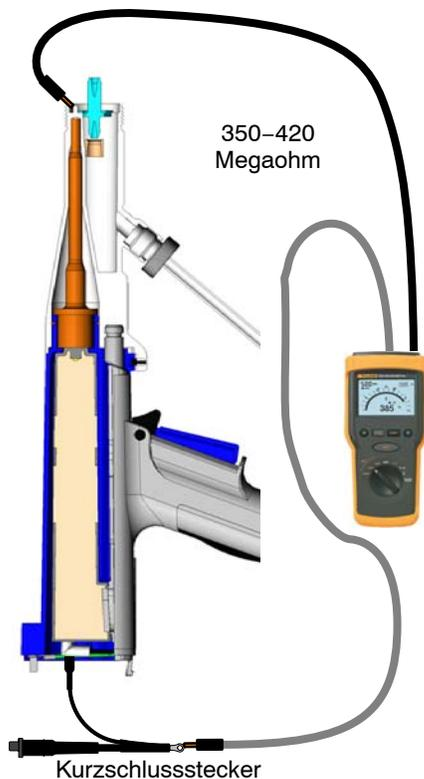

Abb. 13 Prüfung mit Kurzschlussstecker
Den optionalen Kurzschlussstecker in Abbildung 13 für die Prüfung des Widerstands zwischen der Buchse am Spannungsvervielfacher und dem Adapterfederkolben verwenden. Siehe *Optionen* in *Ersatzteile* zur P/N des Kurzschlusssteckers.
1. Siehe Abbildung 13. Abschlusskappe und Düse von der Sprühpistole abnehmen.